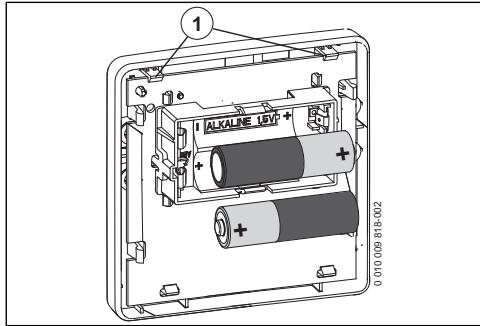

Fig. 8 Colocar pilas
Utilizar el tipo correcto de batería (LR6/AA) y colocar las baterías tal como consta en la imagen 8.
- ▶ Colocar la unidad de mando en las pestañas (→ fig. 8, pos. [1]).